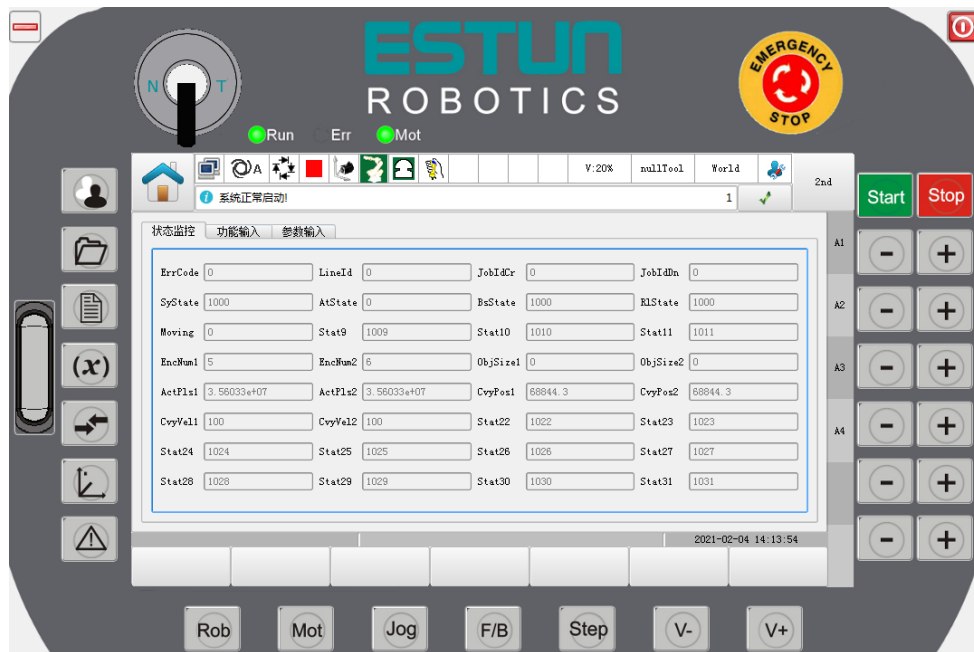

图 7-3
**操作方法：**点击【内核诊断-状态监控】，在界面中查看跟随相关数值，如图 7-3 所示。